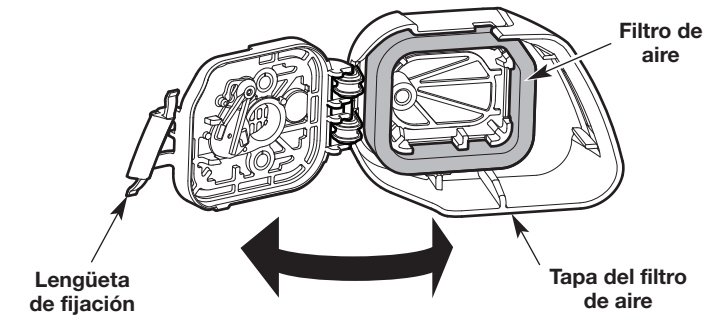

Fig. 21
1. Abra la cubierta del filtro de aire: oprima la lengüeta de fijación y gire la cubierta del filtro de aire hacia la derecha (Fig. 21).
2. Extraiga el filtro de aire del interior de la cubierta del filtro de aire (Fig. 21).
6. Reinstale el filtro de aire dentro de la cubierta del filtro de aire (Fig. 21).
7. Cierre la cubierta del filtro de aire: Gire la cubierta del filtro de aire hacia la izquierda y oprímala para cerrarla hasta que la lengüeta de fijación entra a presión en su lugar (Fig. 21).